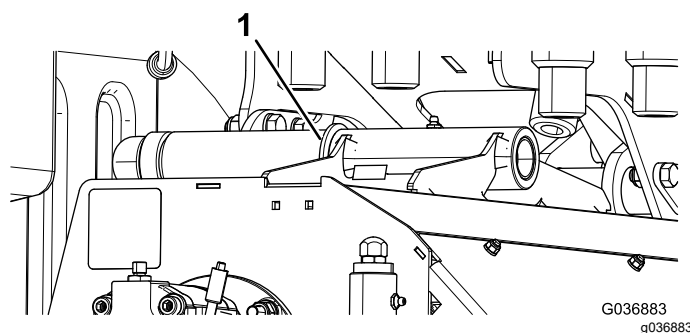

Figura 79
Nota: Conservate la rondella sull'apparato di taglio centrale tra il braccio e le ruote orientabili, oltre al resto della bulloneria (Figura 79).
- Nota:** Montate la rondella esistente sull'apparato di taglio centrale tra il braccio e le ruote orientabili (Figura 79).